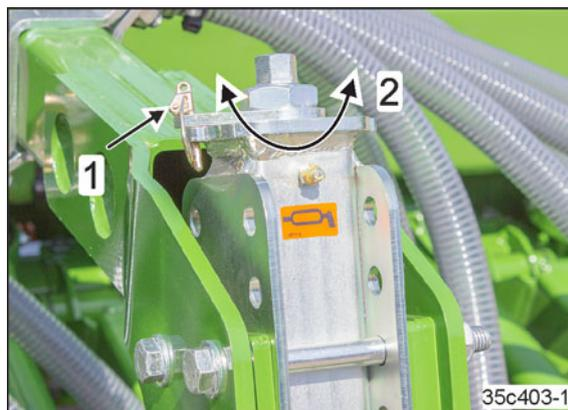

Рис. 186
Регулировка осуществляется посредством вращения установочного шпинделя (Рис. 186/2) на всех регулировочных сегментах.
3. Снимите шплинт с кольцом (Рис. 186/1)
4. Переведите установочный шпиндель в требуемое положение (Рис. 186/2) и закрепите пружинным фиксатором